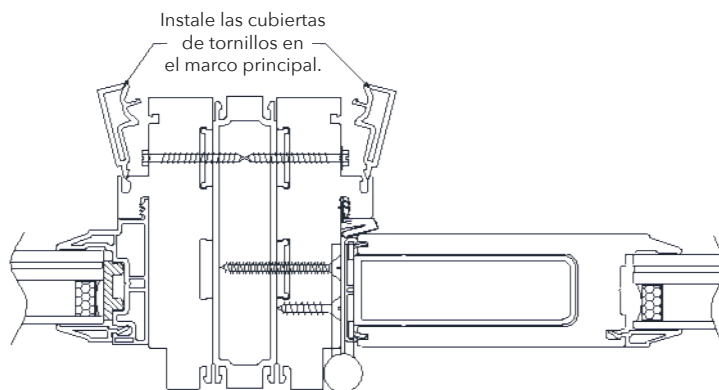

Figura 15
1. **Ubique** e instale los cubretornillos (pieza 13), encajando la cubierta en la ranura del marco de la puerta (figura 15). A continuación, utilice un mazo de goma para golpear la cubierta en ángulo y asegurarla.